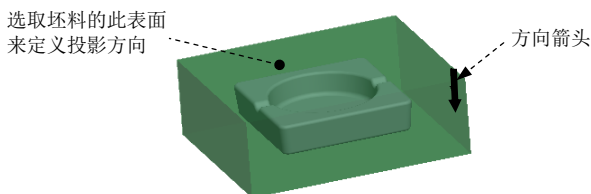

图 3.5 选取平面
Step2. 在“轮廓曲线”对话框中双击 **Direction (方向)** 元素，系统弹出“一般选取方向”菜单管理器。在系统  选择将垂直于此方向的平面。的提示下，选取图 3.5 所示的坯料表面；选择 **Okay (确定)** 命令，接受图 3.5 所示的图中的箭头方向为投影方向。
Step5. 定义方向。在“裙边曲面”对话框中双击 **Direction (方向)** 元素，系统弹出 **GEN SEL DIR (一般选取方向)** 菜单。在系统  选择将垂直于此方向的平面。的提示下，选取图 3.5 所示的坯料表面；接受图 3.5 所示的箭头方向，单击 **Okay (确定)** 命令。